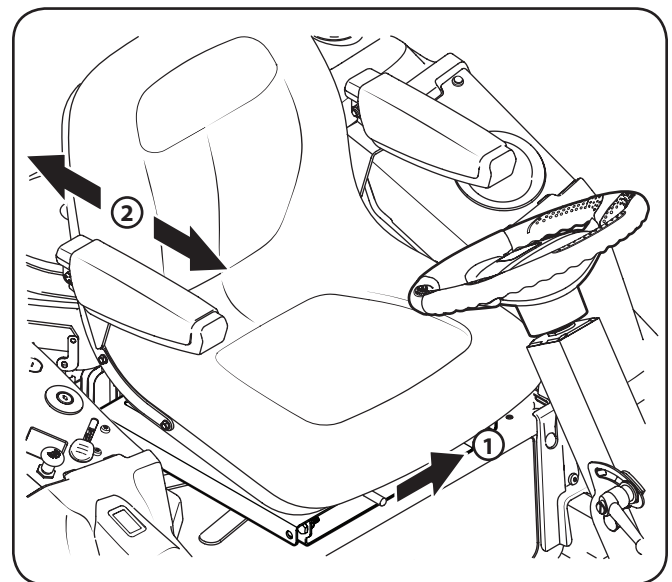

Figura 3-6
2. Con los elementos de ferretería que extrajo anteriormente, instale el deflector del canal en la plataforma, como se indica en la Figura 3-6.
1. Para ajustar la posición del asiento, empuje la palanca de ajuste del asiento hacia la izquierda. Vea la Figura 3-6.
- Deslice el asiento hacia adelante o hacia atrás hasta la posición deseada; luego suelte la palanca de ajuste. Asegúrese de que el asiento esté fijo en su posición antes de operar el tractor. Vea la Figura 3-6.